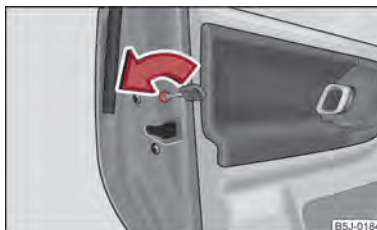

Fig. 11 Sicurezza bambini sulle porte posteriori
- Ruotare con la chiave la fessura nella porta posteriore nel senso della freccia ⇒ fig. 11.